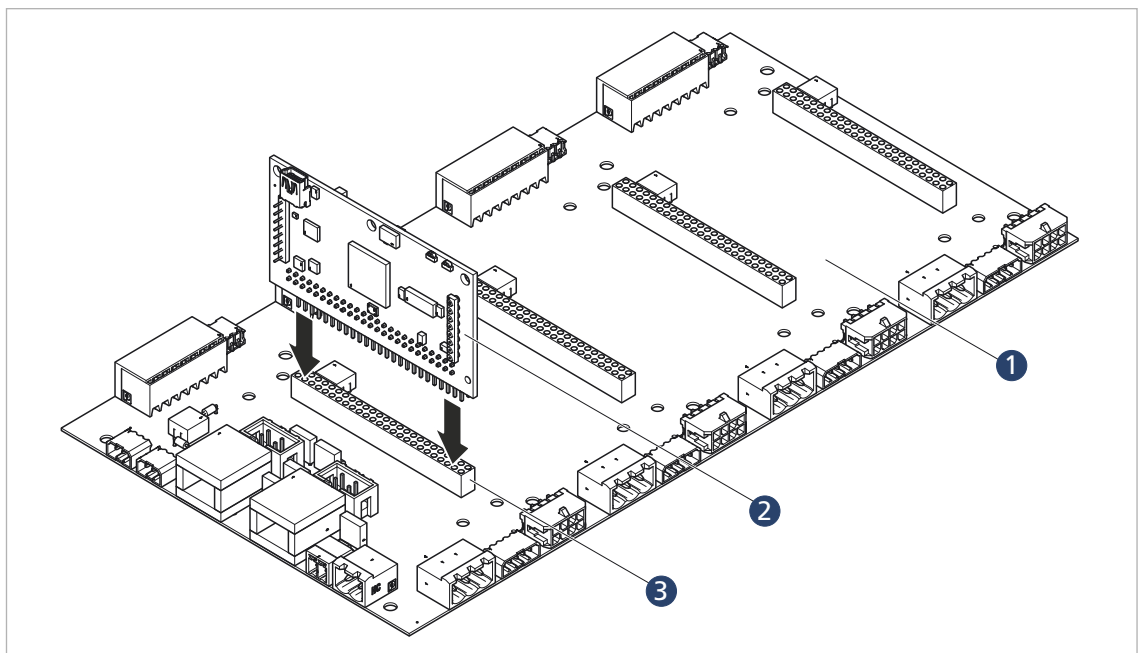

Abb. 10: Montage einer Motion Controller Platine
- ▶ Orientierung der Motion Controller Platine gemäß Abb. 10 beachten.
- ▶ Motion Controller Platine (2) über den Steckeranschluss (3) mit dem Motherboard (1) verbinden.